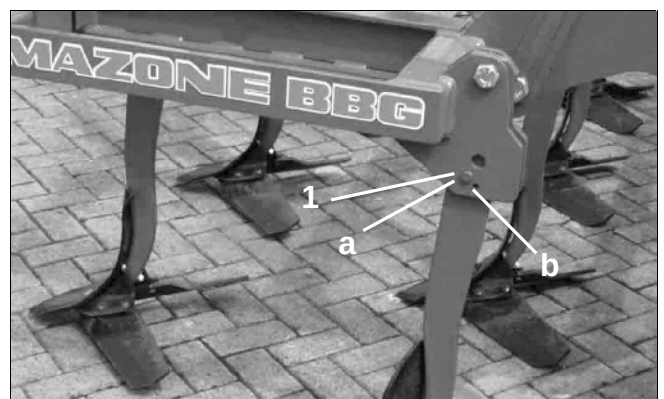

Fig. 14
- Irrota murtopultin kiinnitysmutteri (Fig. 14/1).